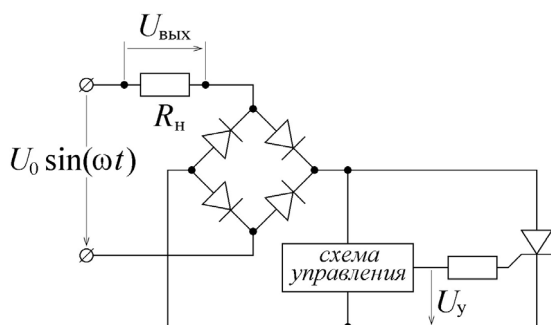

Рис. 5. Тиристорный регулятор мощности
Рассмотренное свойство тиристорных схем находит применение в самых разных пороговых схемах, включая схемы защиты от перенапряжения, короткого замыкания, а также релаксационные генераторы. Другое распространенное применение тиристоров — регуляторы мощности для потребителей переменного электрического тока. Типичная схема тиристорного регулятора мощности приведена на рис. 5. Нагрузка подключается к источнику переменного напряжения последовательно с диодным мостом, в диагональ которого включен трехэлектродный тиристор.
4. Основываясь на измеренных параметрах выходного сигнала схемы управления, подключить к ее выходу через резистор управляющий электрод тиристора (согласно рис. 5). Сопротивление резистора выбрать таким, чтобы амплитудному значению импульса напряжения, выдаваемого схемой управления, соответствовало значение тока управляющего электрода, равное току спрямления. Подключить к собранной схеме нагрузку согласно рис. 5.